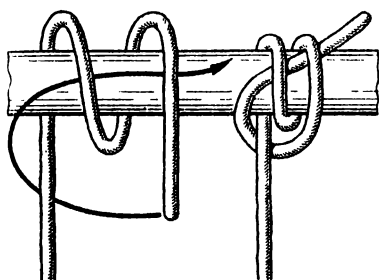

Рис. 55. Гафельный узел
**Гафельный узел** (рис. 55). Само название уже свидетельствует о том, что он из семьи морских узлов. В наше время его уже забыли, видимо, потому, что необходимость в нем отпала. Им всегда можно воспользоваться в быту, когда возникает необходимость быстро прикрепить трос к какому-нибудь предмету цилиндрической формы.